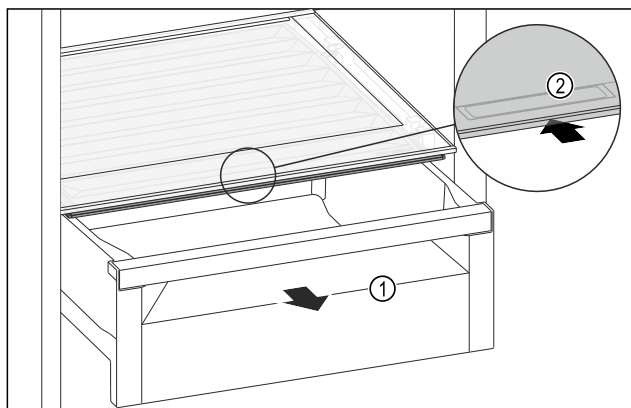

Fig. 147
- ▶ Træk skuffen Fig. 147 (1) ud.
- ▶ Tag fat i grebsforsænkningen Fig. 147 (2) i bokslåget, og skub samtidigt bokslåget tilbage.